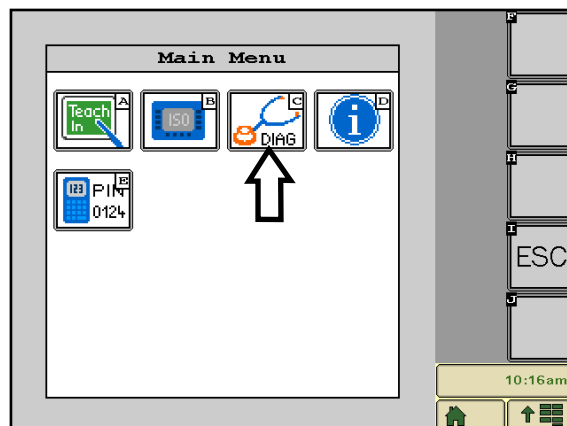
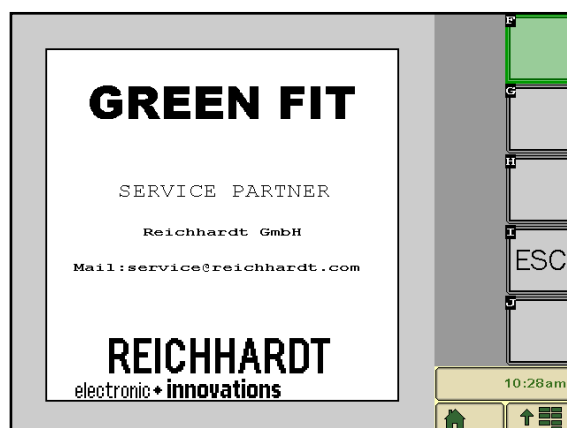

рис. 25: Вызов системной информации
рис. 26: Сервисный партнер
В главном меню выберите символ **i** (D) для доступа к системной информации (см. рис. 25) и отображения сервисного партнера (см. рис. 26).